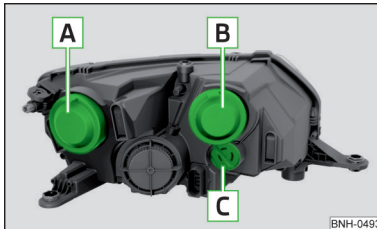

Abb. 180
Glühlampenordnung » Abb. 180
- Die Schutzkappe A » Abb. 180 auf Seite 181 abnehmen.
- Die Schutzkappe A » Abb. 180 auf Seite 181 einsetzen.
- › Die Schutzkappe **B** » Abb. 180 auf Seite 181 abnehmen.
- › Die Schutzkappe **B** » Abb. 180 auf Seite 181 einsetzen.